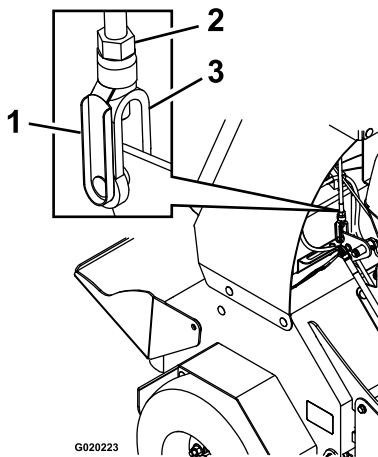

Figura 52
- B. Retire el pasador de muelle del conector de horquilla del acoplamiento de la palanca de control de tracción (Figura 52).
- F. Retire el pasador de muelle, gire el tensor en sentido horario una vuelta más e introduzca el pasador de muelle (Figura 52).
- Si la palanca de control **toca la barra de referencia**, gire el conector de horquilla (Figura 52) en sentido antihorario (visto desde la parte superior de la máquina).
- Si la palanca de control **no toca la barra de referencia**, gire el conector de horquilla (Figura 52) en sentido horario.
- D. Instale el pasador de muelle (Figura 52) y mueva la palanca de control hacia adelante.